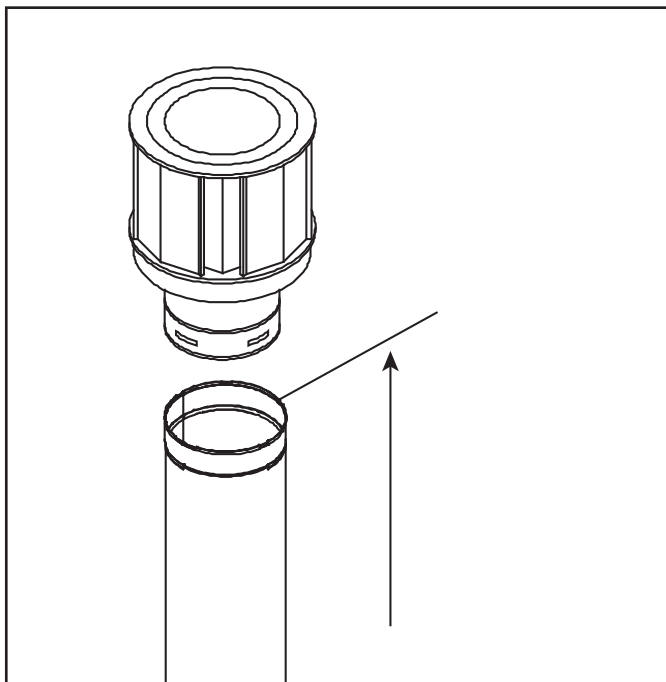

Figure 4.9 Mesure à l'extrémité supérieure de la dernière section du conduit
- Les extrémités verticales doivent être mesurées à partir de l'extrémité supérieure de la dernière section du tuyau. Voir la figure 4.9.